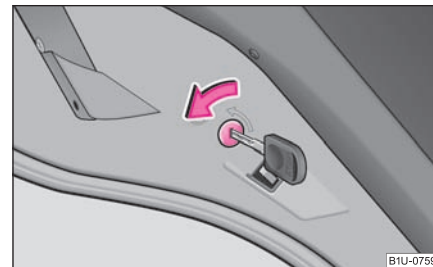

Fig. 36 Siguranța de la ușile din spate pentru copii
- Rotiți cu cheia de contact fantă din ușile din spate în sensul săgeții ⇒ fig. 36.